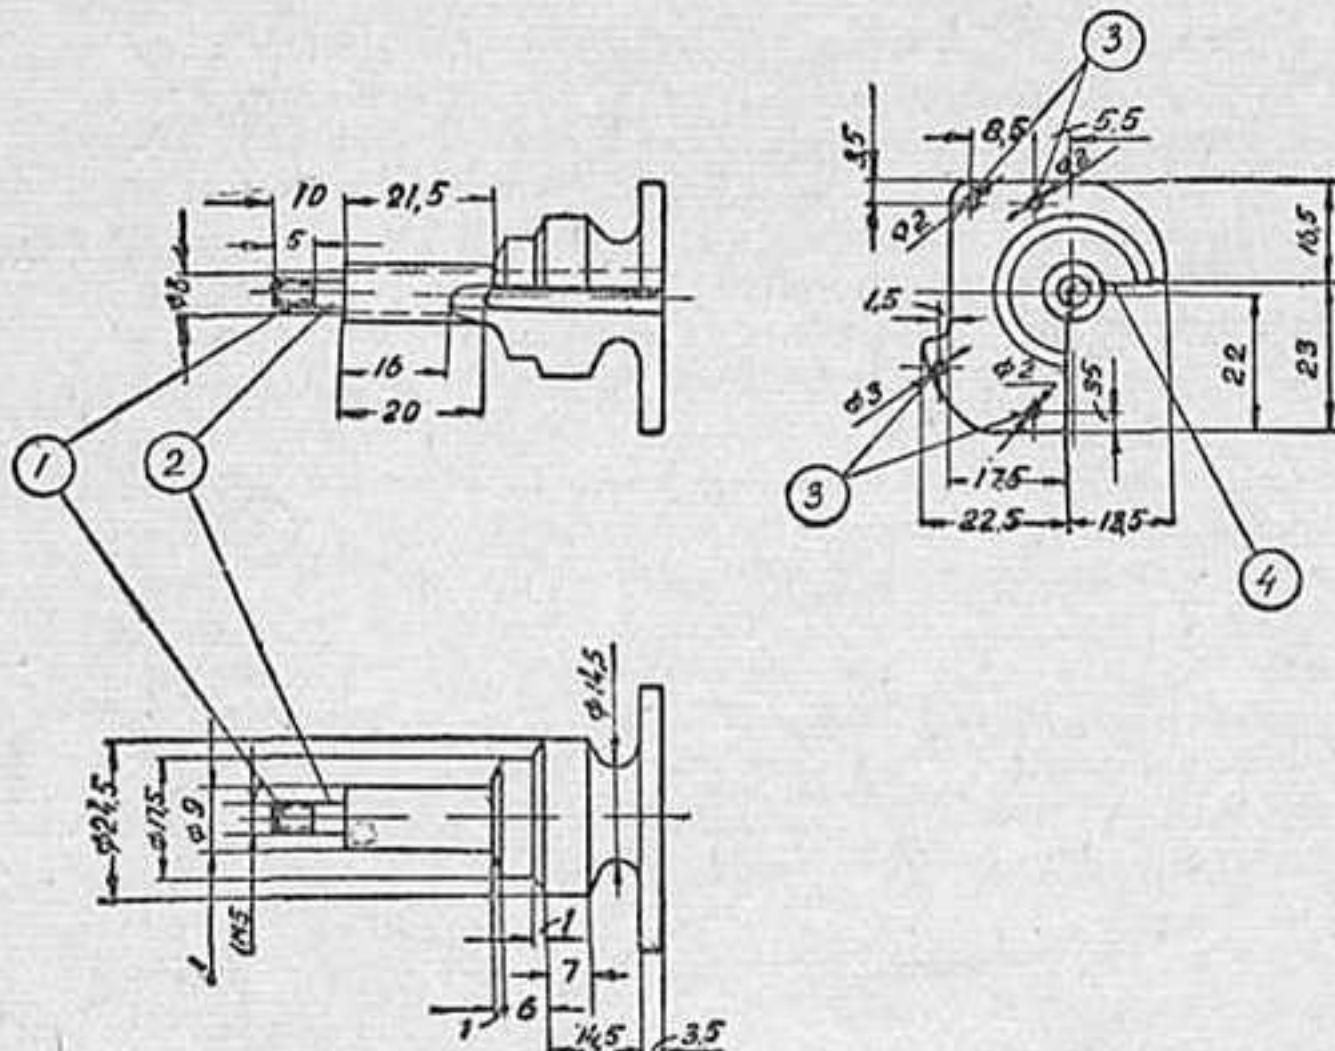

Рис. 16.
Задняя ось состоит из двух полуосей. При этом роль левой полуоси выполняет коленчатый вал мотора, на носок которого установлено ведущее колесо. Правая же полуось (рис. 16) изготавливается из дюральалюминия и крепится к подмоторной раме с помощью четырех заклепок, вставляемых в отверстия (3). В центральной части оси сверлятся 6-мм отверстие, куда на тугую посадку запрессовывается стальной стержень. На выступающей его части (2) устанавливается подшипник колеса и колесо, которое крепится гайкой на нарезной части стержня. В алюминиевой части полуоси делается угловой вырез (4), в который при сборке входит диффузор карбюратора. Мотор и полуось устанавливаются на раме так, чтобы осевые линии коленчатого вала и полуоси совпадали.